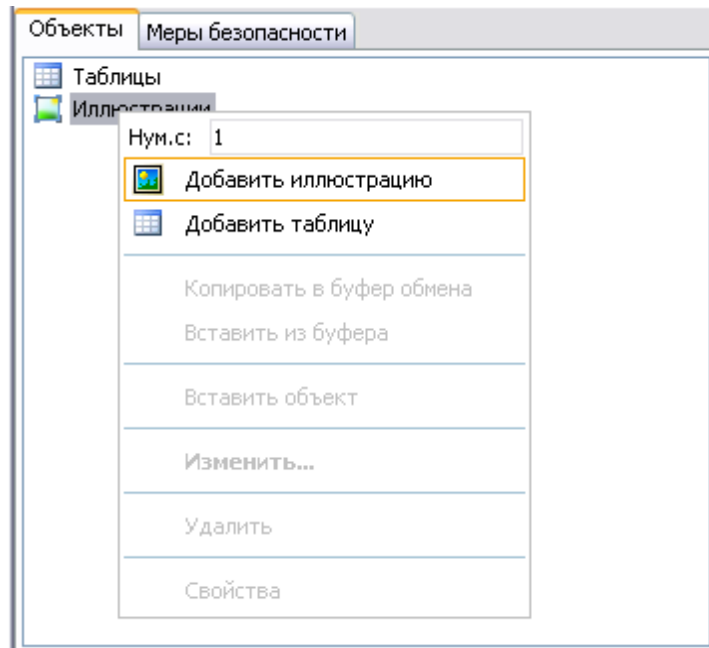

Рисунок 905
- 3) На вкладке **Объекты** слева щелкните правой кнопкой мыши по названию объекта **Иллюстрации** (рисунок 905).